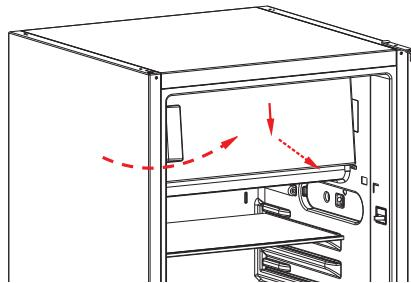

Fig. 9
- ▶ Anbring frostboksdøren på frostboksen igen, ved at skubbe frostboksdøren let skræt opad nede fra (fig. 9). Sørg for at tappen på dørens overside sidder i udsparingen på apparatet, og at tætningen lukker korrekt med frostboksdøren kant.